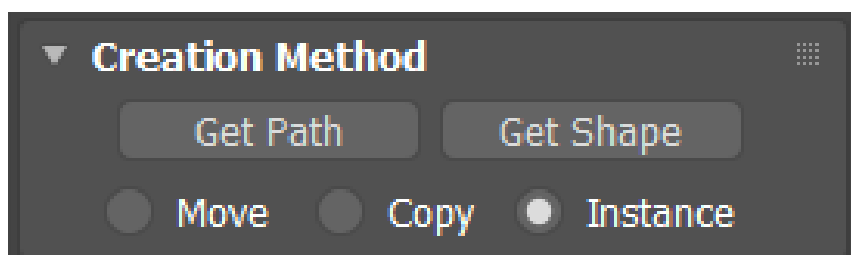

Рисунок 110 – Выбор пути или формы в Лофт (Loft)
- **Лофт (Loft)** – наиболее востребованный из объектов компоновки позволяющий создавать геометрические объекты путем перемещения одной двухмерной формы по поверхности другой. Для этого после выбора инструмента для выбранной формы нужно указать или форму или путь (рис. 110).